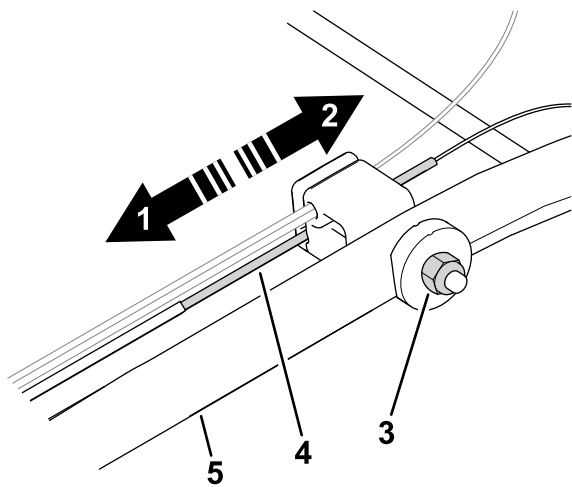

Рисунок 26
1. Поверните регулировочную гайку против часовой стрелки, чтобы ослабить натяжение троса (Рисунок 26).
- Отрегулируйте натяжение троса (Рисунок 26), потянув его назад или вперед, затем удерживайте в этом положении.